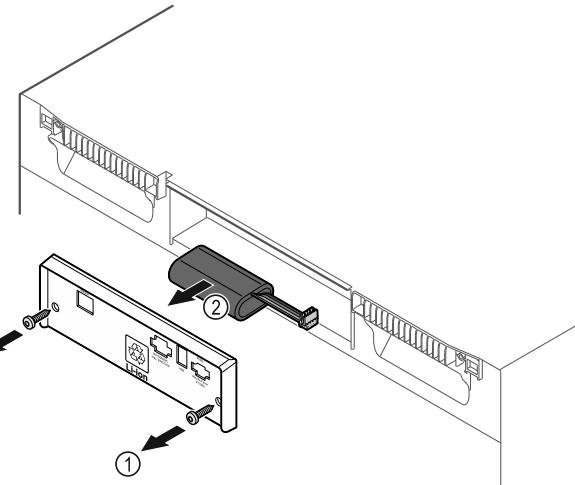

Fig. 185
- Викрутити гвинти і зняти кожух на задньому боці пристрою Fig. 185 (1).
► Батарею від'єднати та вийняти Fig. 185 (2).